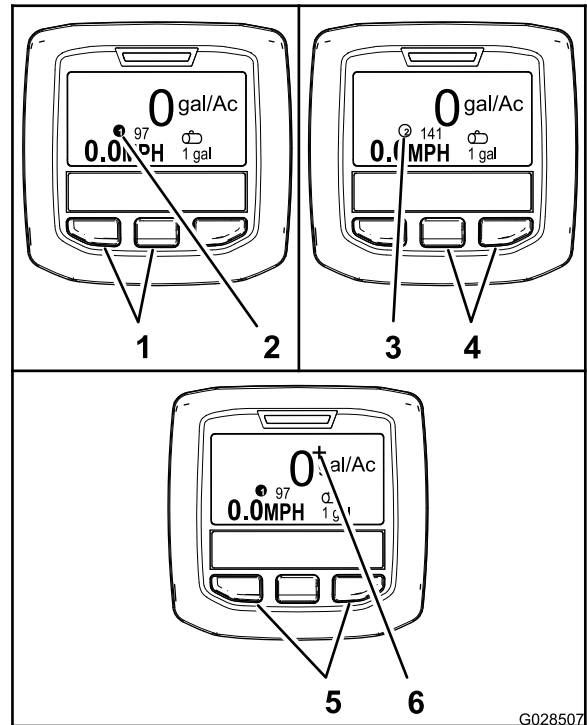

図 56
- 散布レートその1を表示させるには、左側の2つのボタンを押す (図 56)。
- 散布レートその2を表示させるには、右側の2つのボタンを押す (図 56)。
- 散布レートを一時的に変えるには、両側の2つのボタンを押す (図 56)。